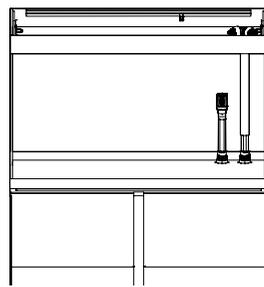

Fig. 6
- Inserire la griglia di aspirazione (S) sullo stelo connettore (A) (Fig. 5). Il risultato finale è mostrato nelle Fig. 6 e 7.
- ATTENZIONE!** Non forzare mai lateralmente lo stelo connettore (A) in quanto potrebbe danneggiare i sistemi di mandata e aspirazione e la vasca in vetro. Nel caso in cui si utilizzi un sistema di filtrazione diverso, che non necessita dei sistemi di mandata e aspirazione forniti con questa unità (per es. un filtro interno), ripristinare le condizioni iniziali rimuovendo i 2 steli connettori (A) e chiudendo le aperture (O) e (I) con i tappi (P) e (Q). Il tappo (Q) assicura la tenuta stagna e deve essere posizionato nella sua sede premendolo. Il tappo (P) è progettato per proteggere il tappo (Q) e per assicurare che rimanga correttamente nella sua sede. Avvitare manualmente il tappo (P) solo sino al punto massimo raggiungibile senza forzarlo. **NON UTILIZZARE ATTREZZI DI ALCUN TIPO PER EVITARE DI DANNEGGIARE L'UNITÀ.**